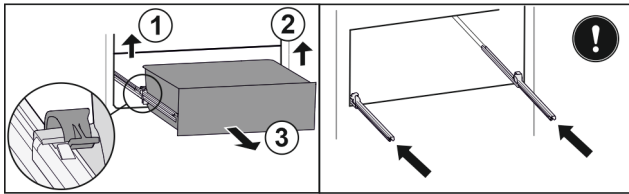

Fig. 34
- ▶ Linker klem optillen en gelijktijdig lade links naar voren trekken. Fig. 34 (1)
- ▶ Rechter klem optillen en gelijktijdig lade rechts naar voren trekken. Fig. 34 (2)
- ▶ Lade naar voren toe verwijderen. Fig. 34 (3)